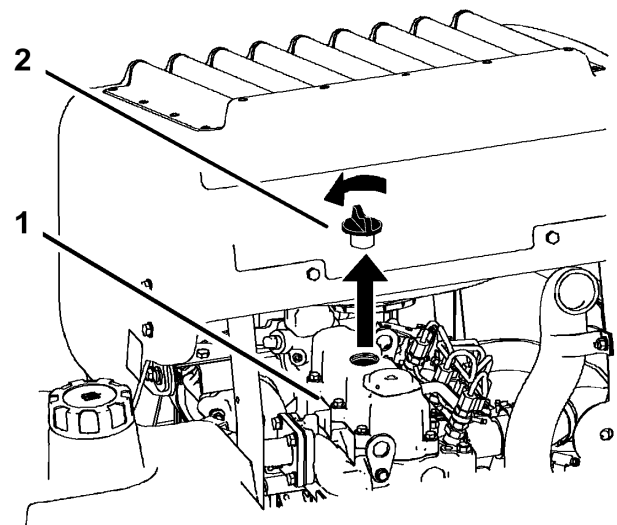

Bild 33
6. Nehmen Sie den Deckel des Einfüllstutzens oben am Motor ab (Bild 33). Das Öl läuft dann leichter ab.
2. Nehmen Sie den Deckel des Einfüllstutzens ab und ziehen Sie den Peilstab heraus (Bild 33).